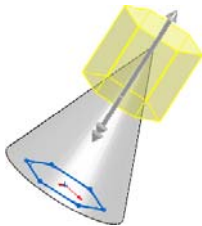

图 4-5 从等距草绘平面 50mm 处拉伸
- 等距：从与当前草图基准面等距的基准面上开始拉伸，等距距离可以手工输入，如图 4-5 所示。